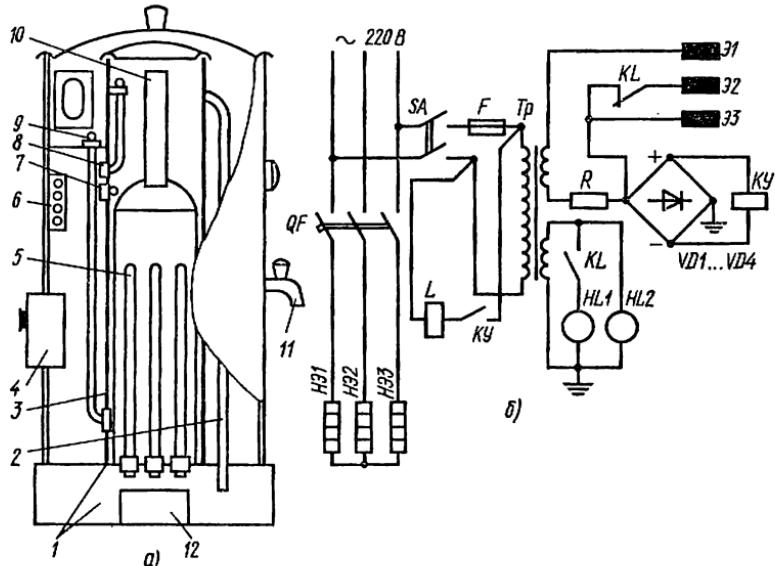

Рис. 36. Общий вид (а) и электрическая схема (б) электрокипятильника КНЭ-100
**Электрокипятильник КНЭ-100.** Электрокипятильник (рис. 36, а, б) отключают от электрической сети, заземляют и водопровода 2. Необходимо открыть разборный кран 11, отвернуть заглушки и слить оставшуюся воду по трубе 10, отвернуть ручку, прижимающую крышку, и снять ее. Отвернуть кран и насадку, отсоединить провода, идущие к датчикам 7, 8 и 9. Перевернуть кипятильник основа-